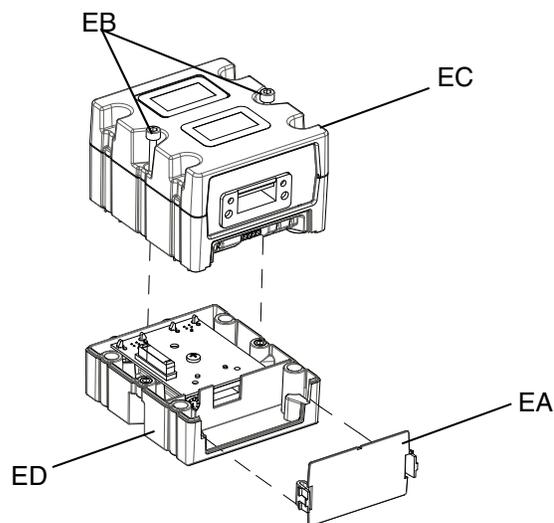

図 60: CGM の分解
4. CGM (EA) からアクセスカバーを外します。以下の図のように、2 本のネジ (EB) を緩め、ベース (ED) から CGM (EC) を外します。図60。